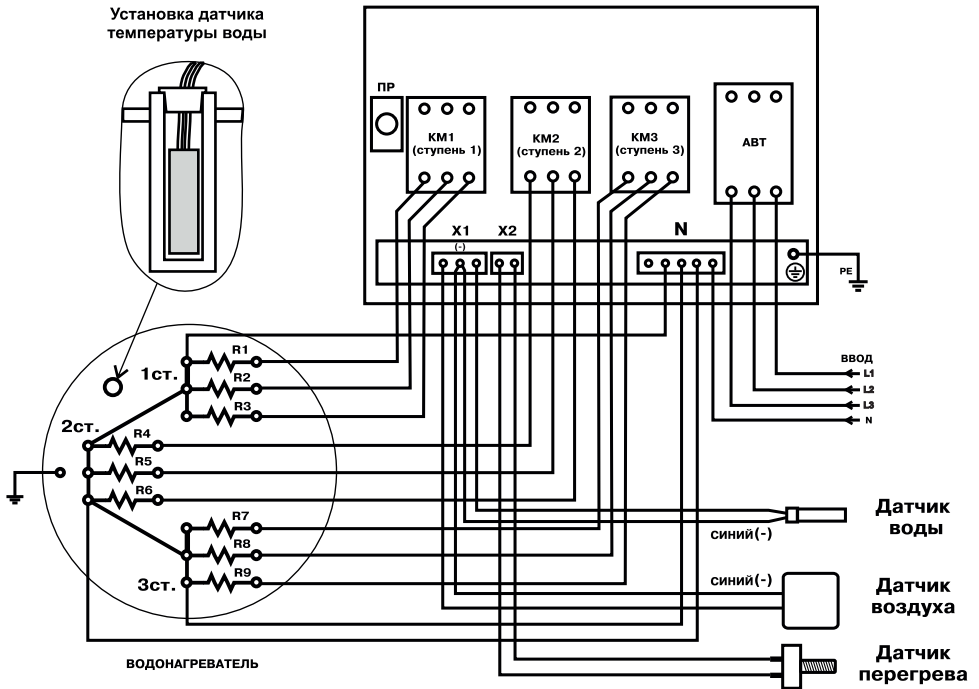

Рис.1 Схема подключения панели управления ПУ ЭВТ - ИЗ
- Эксплуатация панели управления должна осуществляться только при условии ее подключения в соответствии со схемой подключений (**Рис.1**);
9. Подключите панель к питающей сети кабелем соответствующего сечения (см. паспорт на электроводонагреватель) согласно схеме подключений (**Рис.1**) настоящего паспорта и инструкции по эксплуатации.
10. Установите датчик температуры воды на предназначенное в водонагревателе отверстие и закрепите его защитной пробкой (**Рис.1**);
- Подключите датчик перегрева к монтажной колодке X2. Подключите датчики температуры воздуха и воды к монтажной колодке X1 в соответствии со схемой **Рис.1**, обращая особое внимание на полярность датчиков;
11. Подключите панель к питающей сети, согласно схеме подключений **Рис.1** кабелем соответствующего сечения, исходя из номинальной мощности электроводонагревателя;
12. Выполните заземление (защитное зануление) корпуса панели в соответствии со схемой подключений **Рис.1**;
- Нулевой рабочий провод сети (N) должен подсоединяться к колодке N «НЕЙТРАЛЬ» внутри панели и к общему проводу ТЭН электроводонагревателя;